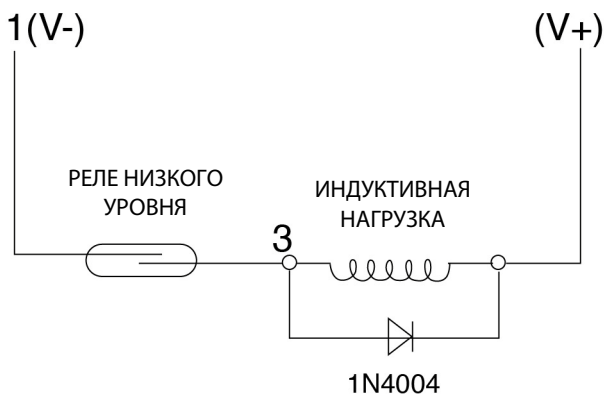

Рис. 4
**Напряжение пост. тока** - Рекомендуется подсоединенного в цепи "катод-положительный контакт 1 диода 1N4004 (или эквивалентный), как показано на Рис. 4.